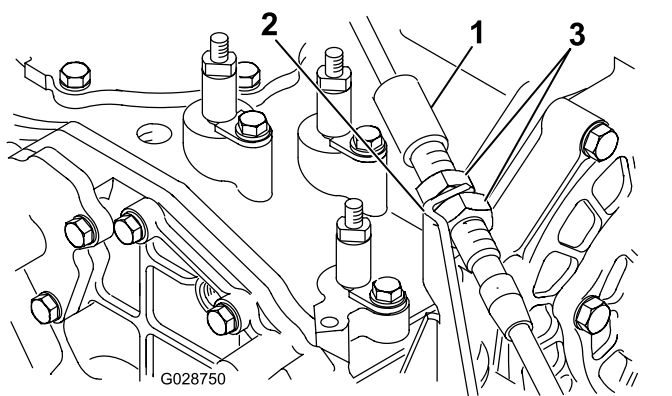

図 11
- 4. ケーブルを、既存のケーブルに沿って這わせて、トランスアクスルの左前角に取り付けられているケーブルブラケットに導く 図 11。